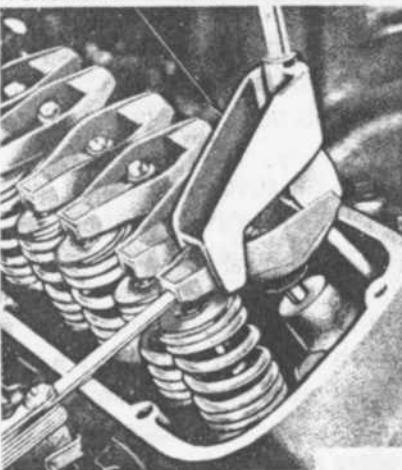

fig. 56
- Com a árvore de manivelas na posição mencionada nos itens 3, 4 e 5 seguintes, posicionar a ferramenta compressor de tucho hidráulico no balancim. Aplicar a pressão vagarosamente, a fim de eliminar o óleo do tucho, até o êmbolo do tucho atingir o ponto inferior (fig. 56). Manter o tucho nesta posição e verificar a folga entre o balancim e a válvula, com um calibrador de lâminas. A largura das lâminas do calibrador não deverá exceder a 3/8"